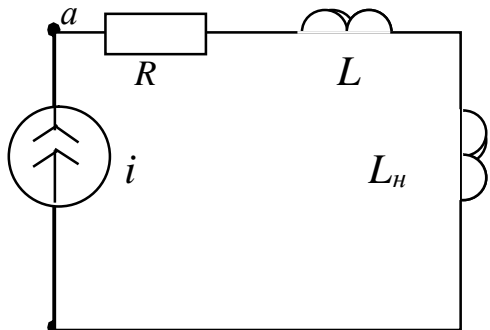
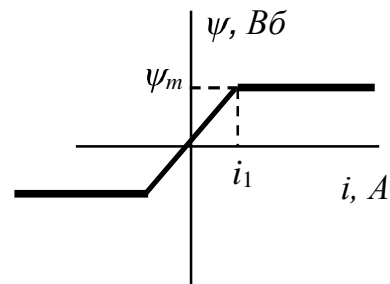

Рис. 11.1
Рис. 11.2
11. Схема рис. 11.1 состоит из источника синусоидального тока $i = I_m \sin \omega t$, линейного активного сопротивления $R = 20 \text{ Ом}$, линейной индуктивности $X_L = 10 \text{ Ом}$ и нелинейной индуктивности с вебер-амперной характеристикой, изображенной на рис. 11.2, где $\psi_m = 10^2 \text{ Вб}$, (ψ - потокосцепление, i - ток).